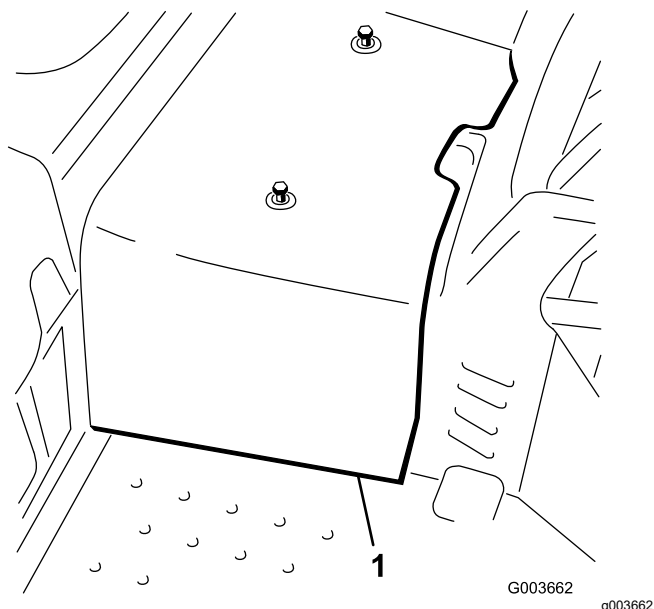

Рисунок 3
8. Отсоедините и снимите центральный кожух с рамы (Рисунок 3).